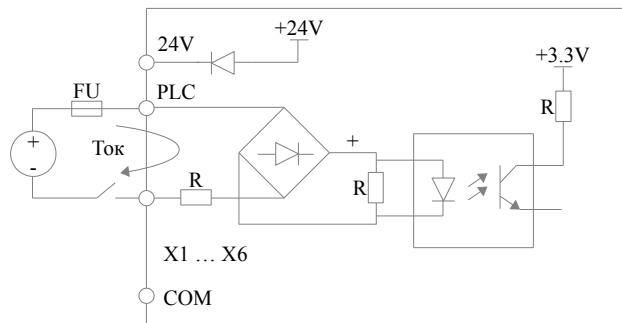

Рис. 4-8 Подключение через внешний источник тока
- 2) При использовании внешнего источника питания 24 В (источник тока должен соответствовать стандарту UL CLASS 2 и быть оснащен предохранителем 4А для подключения к клемме); подключение осуществляется согласно рис. 4-8 (перед подключением убедитесь, что клеммы PLC и 24 В разъединены).